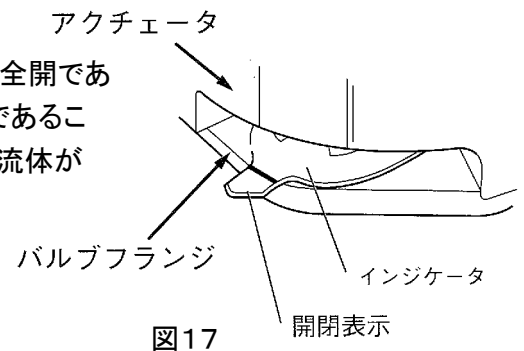

図17
- ① バルブインジケータの赤表示が見える場合はバルブが全開であることを示し、赤表示が見えない場合はバルブが全閉であることを示します。(図17)横三方ボールバルブの場合は、流体が流れているフォーム(B又はC)側に赤表示が見えます。
- ② 手動操作は、直径 4mm、長さ 15cm 程度の丸棒をご使用ください。なお、丸棒は当社にて別途販売しておりますので、お問い合わせください。